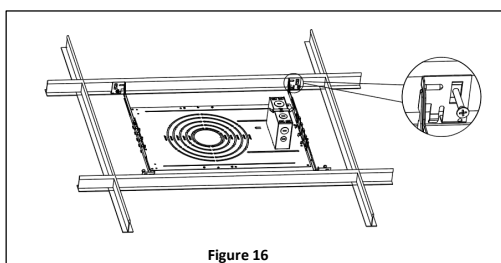

Figure 16
1. Fixez l'ensemble à la grille en T dans la zone souhaitée pour l'installation en accrochant les extrémités de la barre de suspension à la grille en T. **Reportez-vous à la Figure 16.**